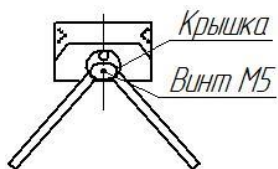
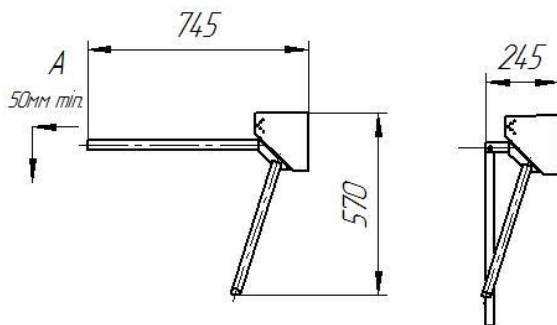

Рис. 1
рис. 2
6.4 Установите штанги. Для этого снимите крышку поворотного механизма, открутив винт М5 (рис.1). Закрепите штанги болтами М10, входящими в комплект штанг. Для перевода штанги «антипаника» в положение «проход открыт» оттяните штангу в направлении А (от турникета) на 50-80мм и поверните ее вниз (рис.2). Время открытия штанги «антипаника» составляет 1-3с. Закройте место крепления штанг крышкой.